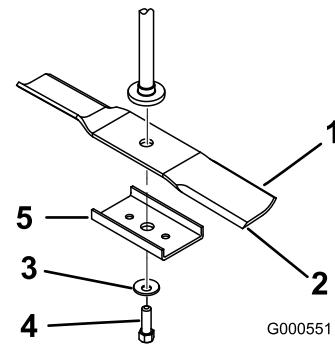
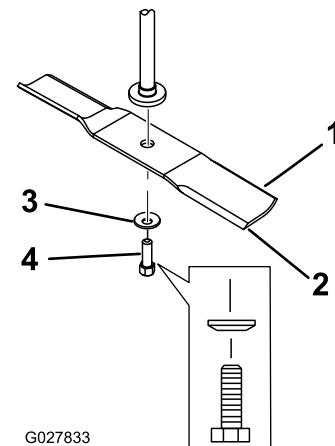

Figure 51
Figure 52
2. Enlevez de l'axe, le renfort de lame (tabliers de 81 cm [32 po] uniquement), le boulon de lame, la rondelle bombée et la lame (Figure 51 et Figure 52).
- Placez la lame sur l'axe (Figure 52).
- Montez le renfort (tabliers de 81 cm [32 po] seulement), la rondelle bombée (face concave vers la lame) et le boulon de lame (Figure 52).